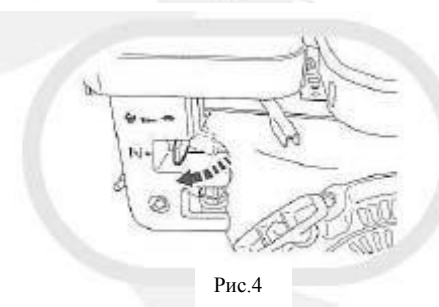

Рис.4
- Закройте воздушную заслонку (Рис. 4)